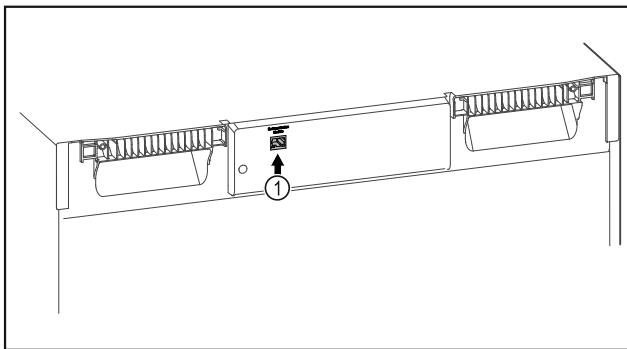

Fig. 110
- SmartModule Fig. 110 (1) установлен.